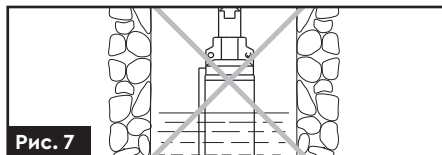

Рис. 7
- Заборонено експлуатацію насоса при недостатньому рівні води в свердловині (колодязі) **(рис. 7)**, щоб уникнути роботи насоса без води.